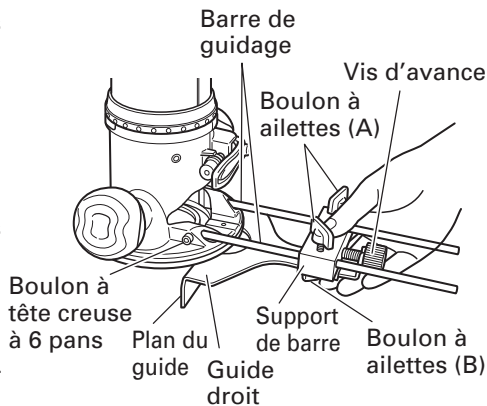

Fig. 13
- ① Insérer la barre de guidage dans l'orifice du support de barre, puis serrer légèrement les 2 boulons à ailettes (A) sur le dessus du support de barre.
- ② Insérer la barre de guidage dans l'orifice du socle, puis serrer à fond les deux boulons à tête creuse à 6 pans (accessoires standard).
- ③ Effectuer les réglages fins de la dimension entre la mèche et la surface du guide, puis serrer à fond les deux boulons à ailettes (A) sur le dessus du support de barre, et le boulon à ailettes (B) de fixation du guide droit. (Fig. 13)